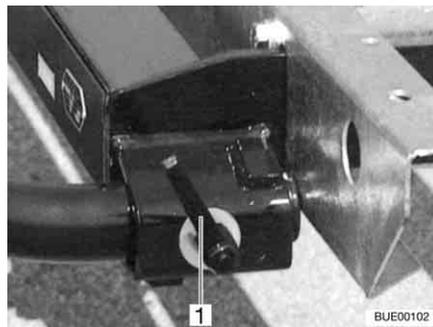

Bild 4 Schnellverschluss
- Träger links und rechts in die Aufnahmen am Rahmen stecken und mit je einem Schnellverschluss (Bild 4,1) sichern.
- Schnellverschluss (Bild 4,1) lösen und Träger aus den Aufnahmen am Rahmen herausziehen.